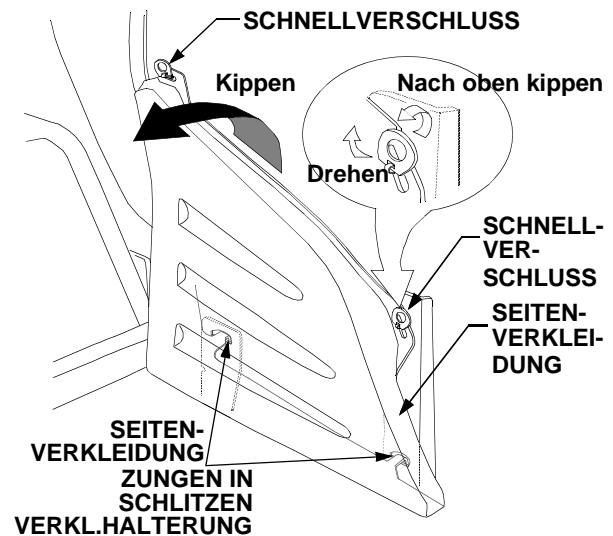

Abbildung 35
- Die Zungen der zwei Schnellverschlüsse nach oben kippen und drehen, so dass sie durch die Schlitz in der Seitenverkleidung passen. Siehe Abbildung 35.
- Den oberen Teil der Seitenverkleidung so weit kippen, bis die zwei Zungen am unteren Rand der Verkleidung aus den Schlitz der Verkleidungshalterungen gezogen werden können; dann die Verkleidung abnehmen. Siehe Abbildung 35.
- Die zwei Verschlusszungen in die Schlitz der Verkleidungshalterungen einführen. Siehe Abbildung 35.